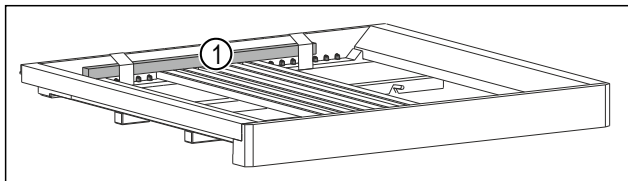

Fig. 7*
- ▶ Odstráňte drevenú tyč Fig. 7 (1)*.